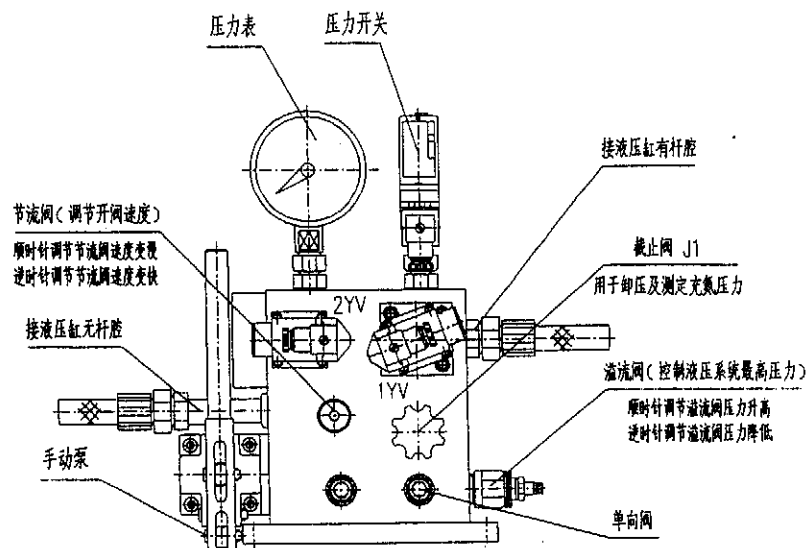

图.1
电磁阀1YV、2YV同时得电, 皮囊式蓄能器内的压力油, 经插装阀、液控单向阀进入摆动液压缸的无杆腔, 使蝶阀处于开启状态, 在开启过程中, 当系统油压低于14MPa时, 压力开关下限点发讯, 电机启动, 油泵与蓄能器同时供油开阀; 有杆腔内液压油经节流阀, 电磁阀 (2YV) 流回油箱。调节节流阀, 可得到要求的开阀时间。蝶阀全开到位后, 系统油压上升至17MPa, 压力开关上限发讯, 电机停止工作, 延时电磁阀2YV失电。(参见图.1)
3. 按图.1的要求接上高压胶管并与液压缸油口接好。(注意: 接口处的密封件应完好无损)